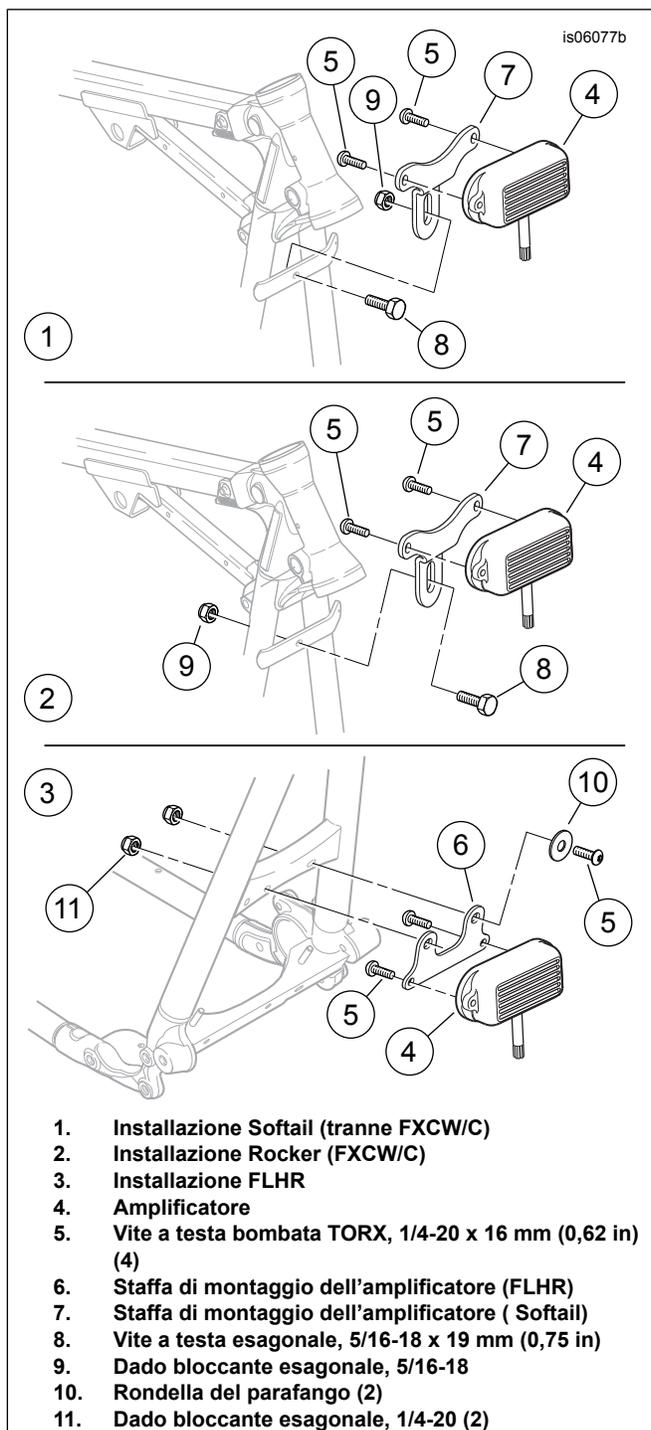

Figura 1. Installazione dell'amplificatore e della staffa
2. Vedere Figura 1. Installare l'amplificatore (4, parte del cablaggio) sulla staffa con le viti (5) e serrare ad una coppia di 7,4 N·m (65 in-lbs).